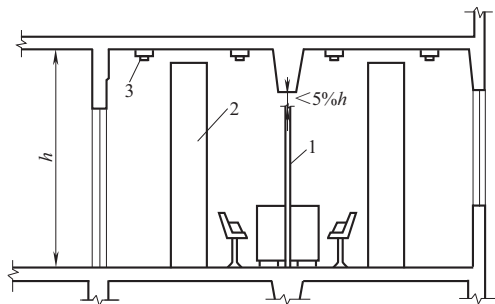

图 8-11 房间被分隔，探测器设置示意图
(2) 房间被书架、设备或隔断等分隔，其顶部至顶棚或梁的距离小于房间净高的 5% 时，则每个被隔开的部分应至少安装一只探测器，如图 8-11 所示。